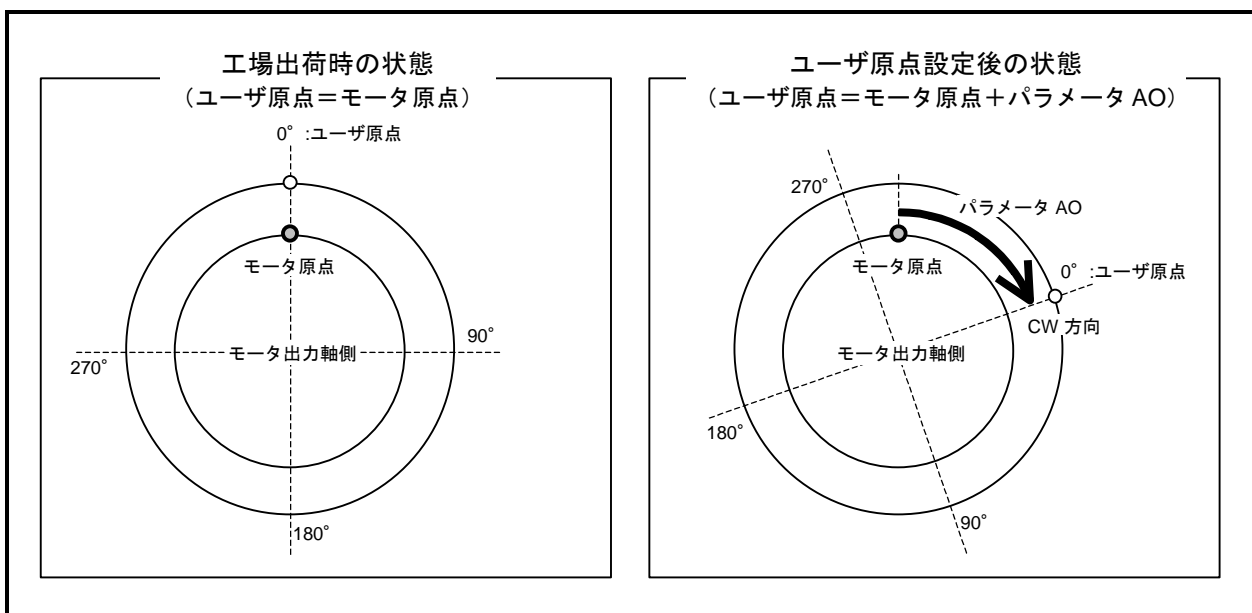

図 6-3：ユーザ原点とパラメータ AO
- 「図 6-3：ユーザ原点とパラメータ AO」に示すように，工場出荷時にはユーザ原点と，モータ原点は一致しています。